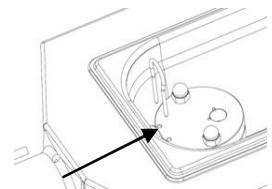

Abb. 27
- Führen Sie das Schlagsystem mit leichten Drehbewegungen in das Gehäuse ein und stecken Sie die Gabel in den Ventilkopf. Drehen und schieben Sie das Schlagrohr dabei so lange hin und her, bis sich die Gabel bis zum Anschlag einstecken lässt. (Abb. 27)